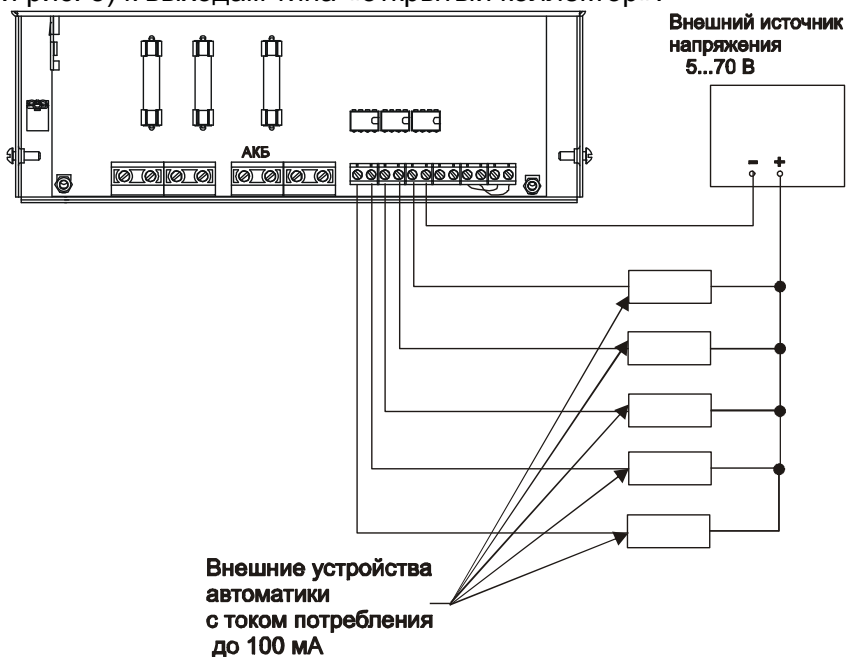
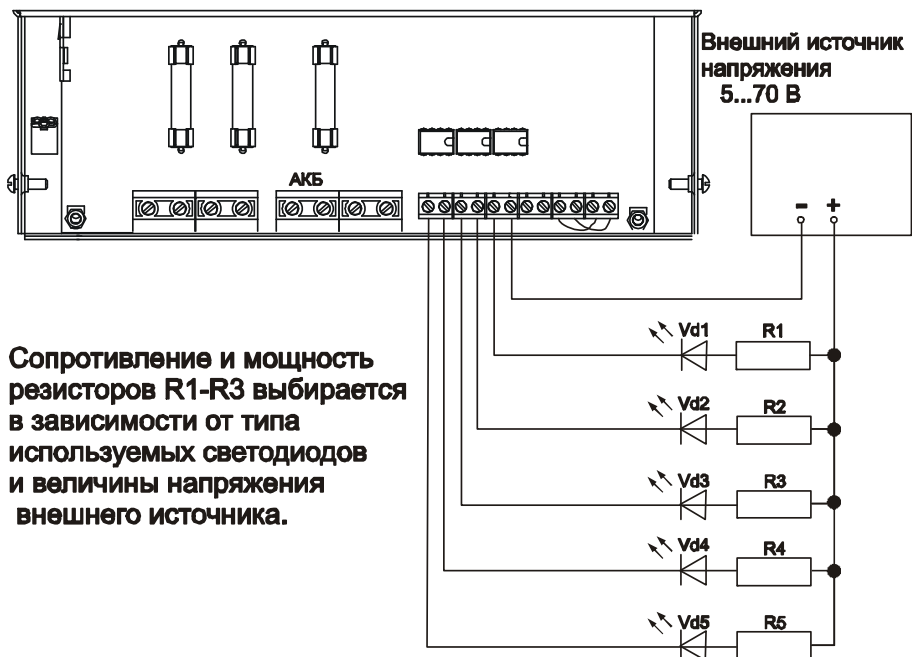

Рис. 4
Рис. 5
- ◆ Подключите, при необходимости, внешние устройства автоматики рис. 4 (или внешние цепи индикации рис. 5) к выходам типа «открытый коллектор».